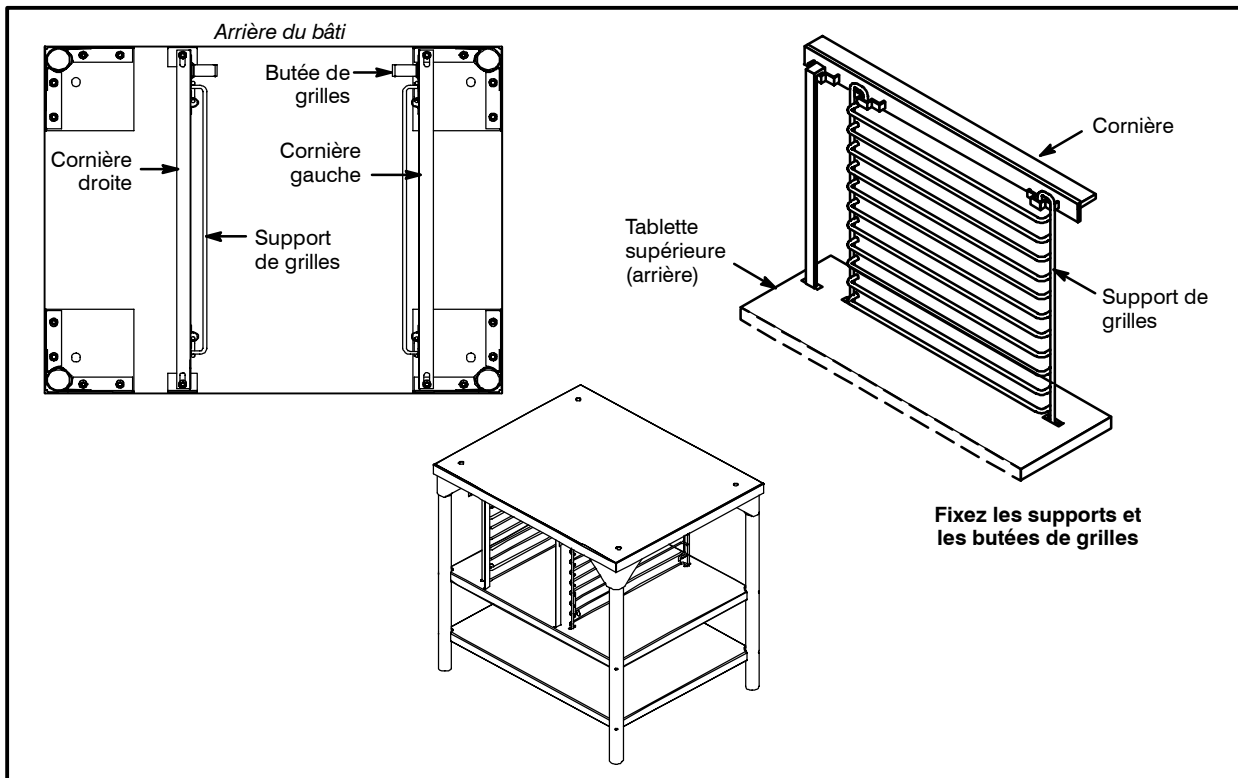

Figure 3
1. Mettez le cadre du bâti à l'envers sur le plancher, comme l'illustre la Figure 3.
*REMARQUE: Veillez à ce que les cornières et les pinces se trouvent à l'emplacement approprié pour la configuration de votre four. Reportez-vous à la Figure 3.*